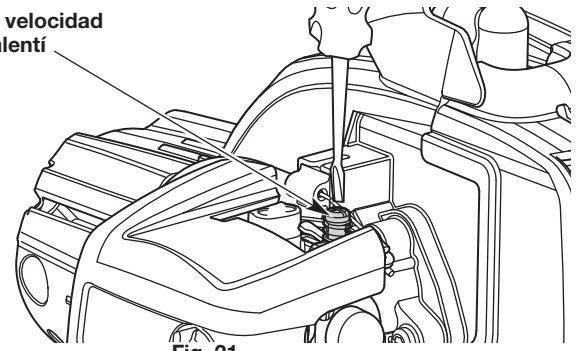

Fig. 21
- Si el motor se para, aumente la velocidad de ralentí. Use un destornillador Phillips pequeño para girar el tornillo de velocidad de ralentí en el sentido de las agujas del reloj, 1/8 de giro cada vez hasta que el motor funcione al ralentí de manera uniforme (Fig. 21).
- Si el cabezal de corte gira cuando el motor funciona al ralentí, reduzca la velocidad de ralentí. Gire el tornillo de velocidad de ralentí en el sentido contrario de las agujas del reloj, 1/8 de giro cada vez, hasta que se detenga el cabezal de corte (Fig. 21).